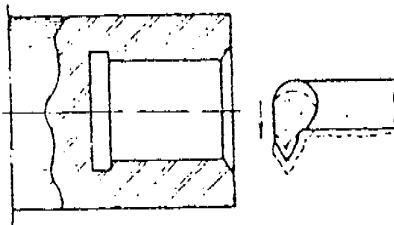

Figura 5
- c. Avance transversalmente la herramienta 0,3mm ( Figura 5 ).